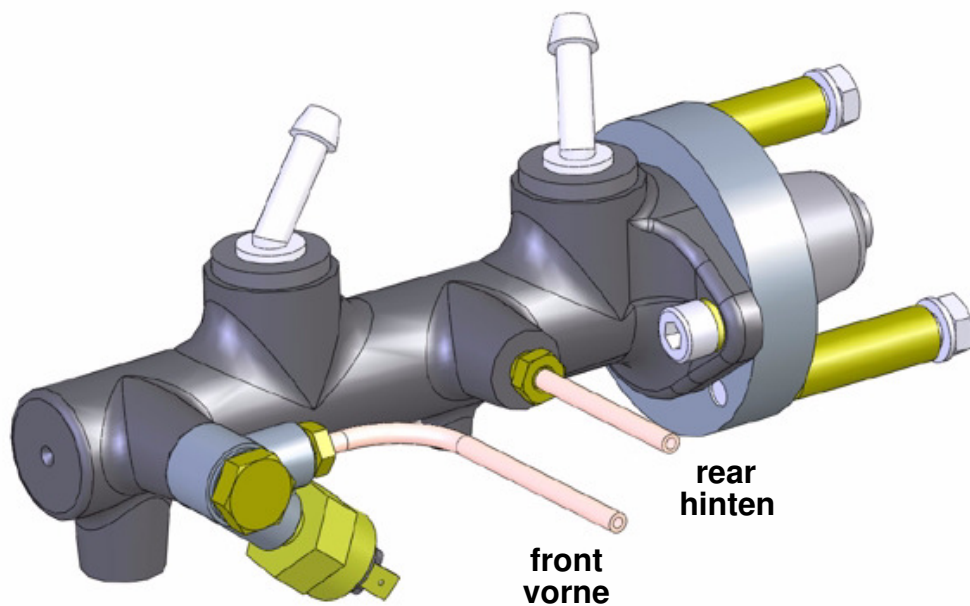

Fig.2
- Install the adapter ring on the master cylinder with the two allen hex bolts (Pos.6, Fig.1) and the safety washers (Pos.5, Fig.1). The adaptor ring needs to be positioned the correct way, as shown in Fig.2 (note the offset positions of the adaptor ring bolt holes). It is possible to install this the wrong way, so please take extra care.
See Fig. 2 for further information.
- Befestigen Sie den Adapterring am HBZ mit den zwei Innensechskantschrauben (Pos.6, Fig.1) und Federringen (Pos.5, Fig.1) so, dass in Fahrtrichtung rechts eine Gewindebohrung oberhalb der rechten Befestigung zum HBZ sitzt. Siehe Fig.1 oder Fig.2.
Siehe Fig. 2
- Drehen Sie die Verschraubungen der hinteren und der vorderen Bremsleitung handfest in den HBZ. (Siehe Fig.2).